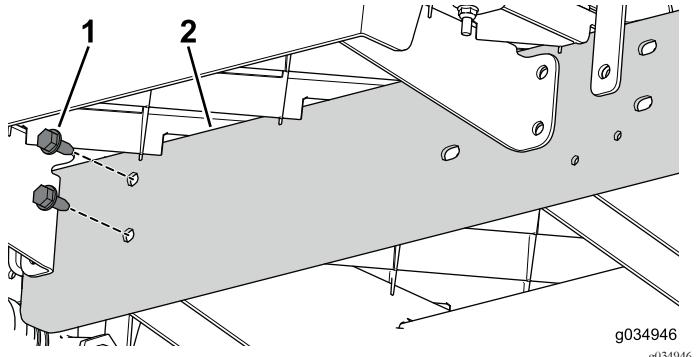

Figura 26
- Utilize os 2 parafusos (5/16 x ¾ pol.) para instalar sem apertar a calha de extensão para o canal central para a secção dianteira da máquina (Figura 26).